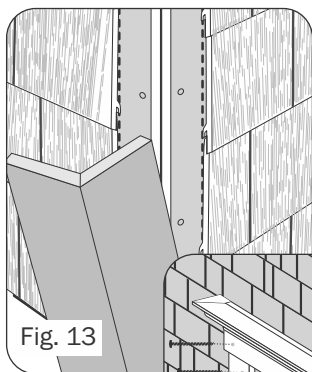

Fig. 13
- Instale el panel y asegúrelo con clavos a lo largo del borde cortado del panel aproximadamente cada 16". La cabeza de los clavos sostendrá el panel contra la pared y el eje del clavo evitará que el panel se levante y se desbloquee del panel que está debajo (Fig. 12). Fije cada panel en su lugar con un clavo a través del panel mismo hacia el centro del panel (Fig. 13).
- Instale el reborde sobre listones para enrasar (Fig. 13 y 14). Lo más fácil es ensamblar los rebordes de las ventanas y puertas antes de aplicarlos a la pared. Cuando utilice el reborde Celect, asegúrese de construir el reborde ligeramente más grande ($1/8"$ a cada lado) que la ventana o puerta para brindar un espacio para que el marco acabado se expanda y contraiga con los cambios de temperatura.